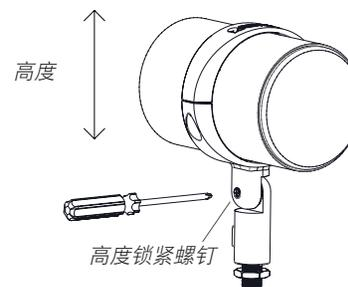

图 4
5. 使用飞利浦螺丝刀（未提供）松开高程锁定螺钉（参见图 4），将扬声器指向所需的高程角度，然后手动拧紧锁定螺钉。**不要过度拧紧。**